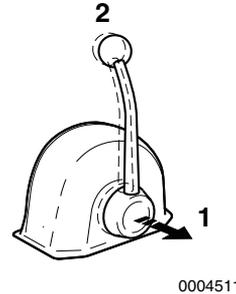

Abbildung 15
Wenn der Hebel ausgerastet wird (**Abbildung 15, (1)**), kann die Drehzahl ohne Einkupplung des Schiffsgtriebes gesteuert werden. Das Schiffsgtriebe bleibt in der Stellung NEUTRAL, keine Last. Drehen Sie den Hebelknopf (**Abbildung 15, (2)**) gegen den Uhrzeigersinn, um den Hebel zu verschieben, oder im Uhrzeigersinn, um den Hebel zu arretieren.